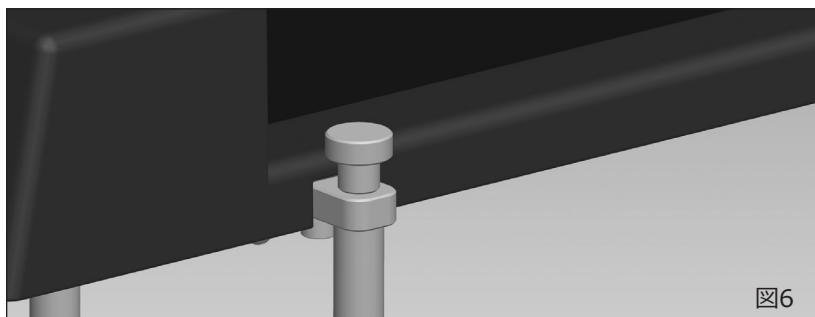

図6
6. 慎重に2番目のユニットのサポートベースをスタッキングロッドの頂部に置くことで、2番目のユニットを1番目のユニットの上に置きます。添付のスクリューで固定します (図6)。